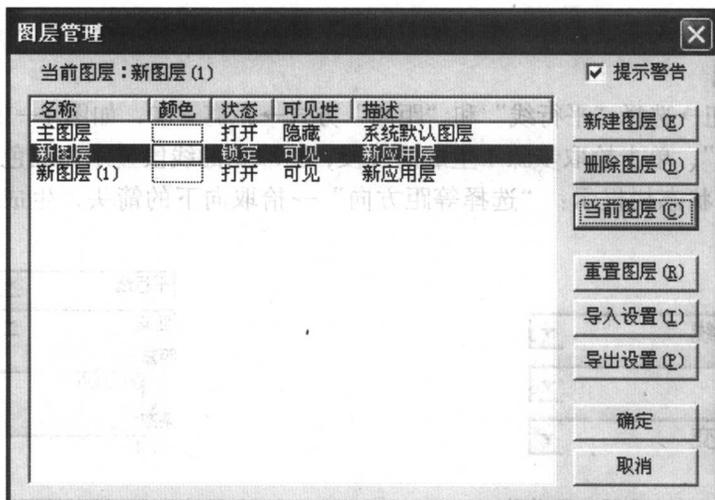

图 1—9 图层管理对话框
(1) 当前层 是指系统当前正在使用的图层，其中生成的图素均属于当前层。
(2) 图层管理 对图形进行分层管理是绘制复杂图形的一种方便、清晰的方式。图层管理是将图形按指定的方式分层归属，即按给定状态、可见性和颜色等属性进行图层管理，图层管理对话框如图 1—9 所示。